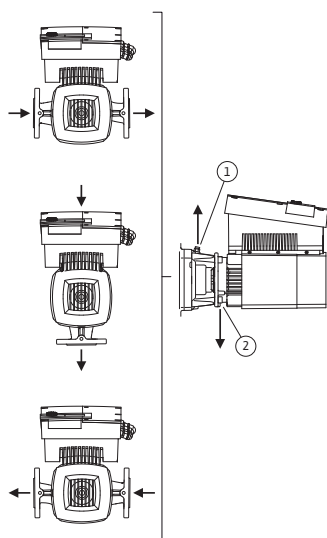

Fig. 23: Tillåtna monteringslägen med horisontell motoraxel
De tillåtna monteringslägena med horisontell motoraxel och elektronikmodul uppåt ( $0^\circ$ ) visas i fig. 23. De tillåtna monteringslägena med sidmonterad elektronikmodul ( $\pm 90^\circ$ ) syns ej på bild. Alla monteringslägen utom "elektronikmodul nedåt" ( $-180^\circ$ ) är tillåtna. Avluftning av pumpen garanteras endast om avluftningsventilen pekar uppåt (fig. 23, pos. 1).
Endast i denna position ( $0^\circ$ ) kan det kondensat som bildas föras bort via tillgängligt hål, pumplanterna och motor (fig. 23, pos. 2).
- På horisontella motoraxlar måste kondenshålen peka nedåt (fig. 23, pos. 2). Vrid vid behov motorn tills detta uppnås.